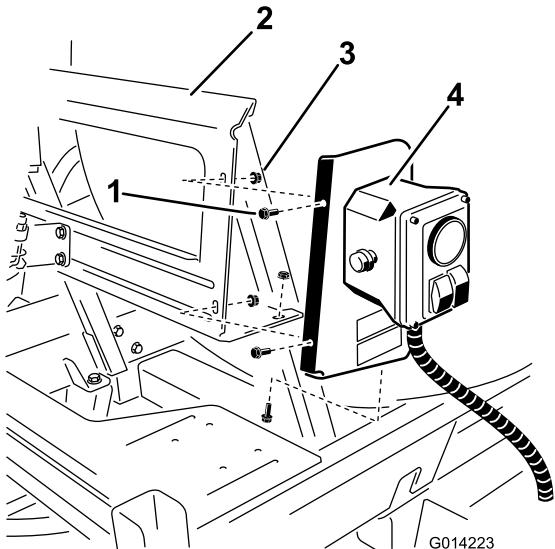

Bild 8
- Befestigen Sie die Teile mit drei Schrauben (1/4 x 5/8 Zoll) und drei Sicherungsmuttern (1/4 Zoll) an der Befestigungshalterung, wie in Bild 8 dargestellt.